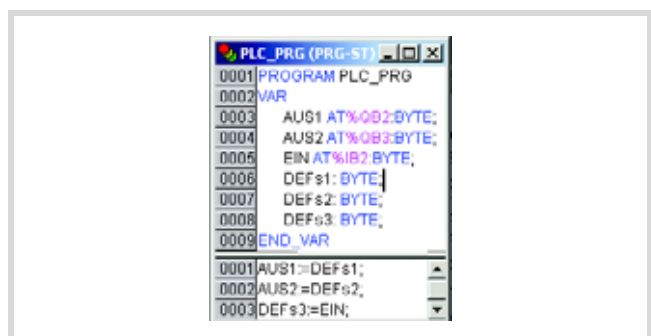

Abbildung 90: Anwenderprogramm für XC100
► Erstellen Sie das Programm nach Abbildung 90.